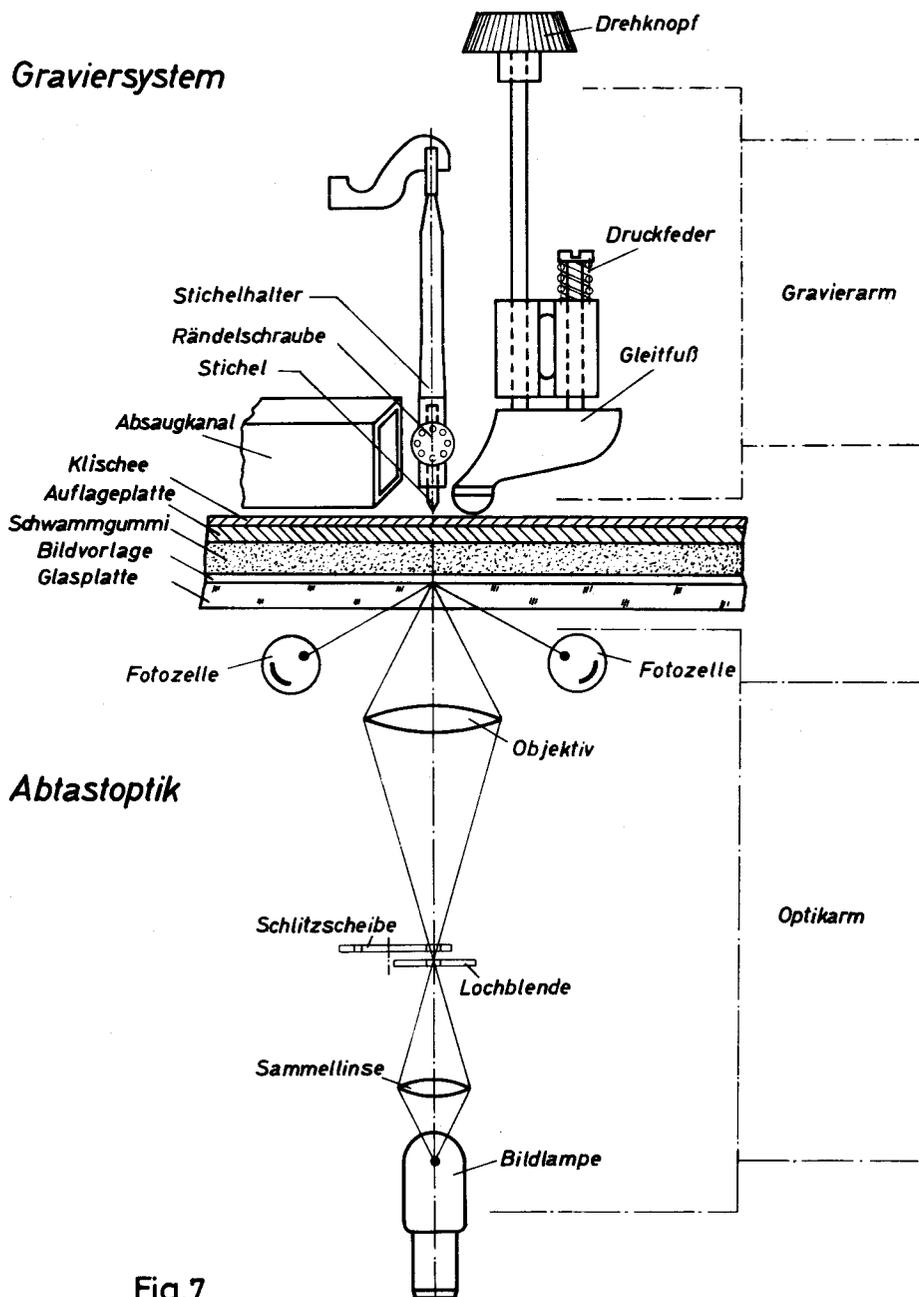

Fig.7
2.2.2. Der Gravier- und Optikarm (Fig. 7)